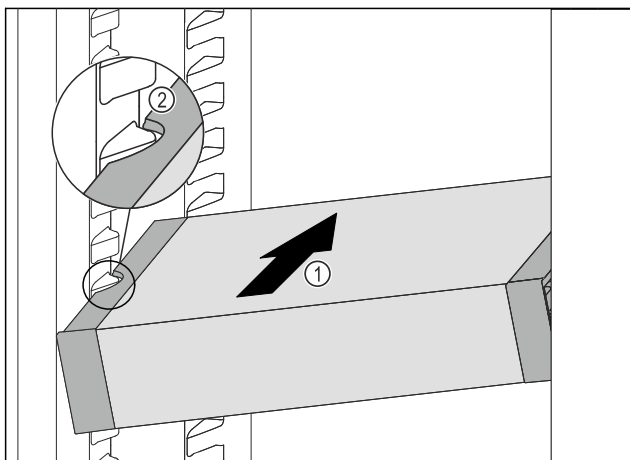

Fig. 89
- ▶ VarioSafe schuin in het koelgedeelte schuiven Fig. 89 (1), tot de uitsparingen aan de zijkant Fig. 89 (2) van de VarioSafe op de hoogte van de rib in het koelgedeelte zitten.